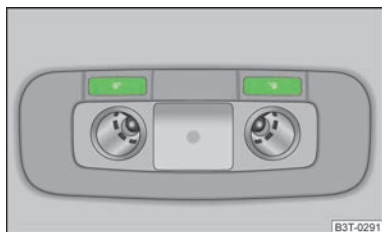

Fig. 41
- Apăsați întrerupătoarele  » fig. 41, pentru a porni sau opri lămpile de lectură. ■